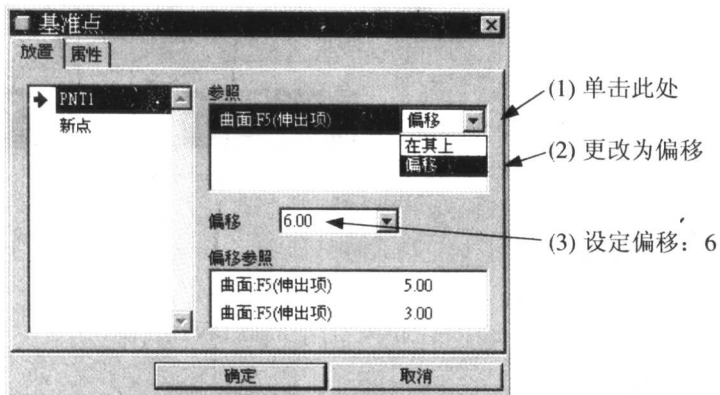

图 1.8
- [将【基准点】(DATUM POINT)对话框中参照的类型改为【偏移】(Offset), 再输入偏移距离: 6, 如图 1.8 所示]